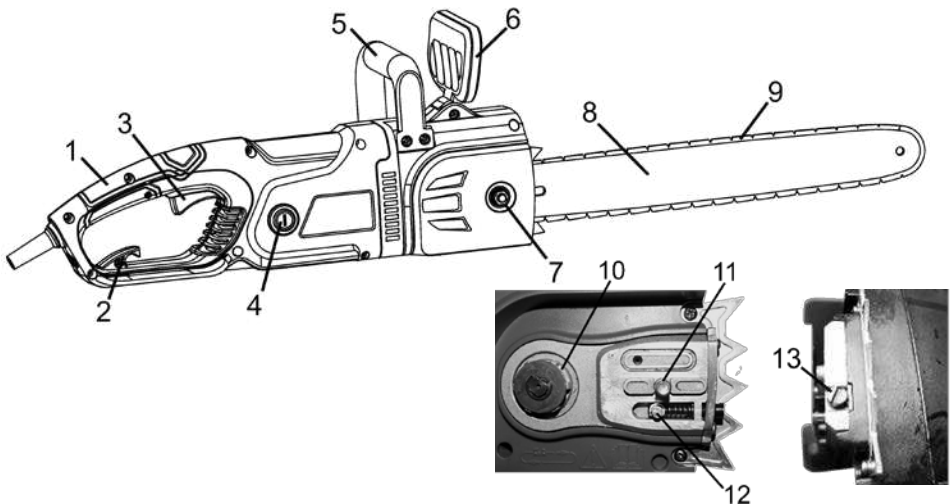

Рисунок 1
2.1.1 Виріб складається з наступних складових частин (згідно рис. 1):
- пиляльної гарнітури у складі шини (8), пиляльного ланцюга (9), систем натягування та автоматичного змащування ланцюга;
4.1 Для увімкнення виробу натисніть на кнопку блокування від випадкового вмикання (розташована з лівого боку основної рукоятки), а потім на важіль перемикача (3) (рис. 1). Для відключення виробу слід важіль відпустити.